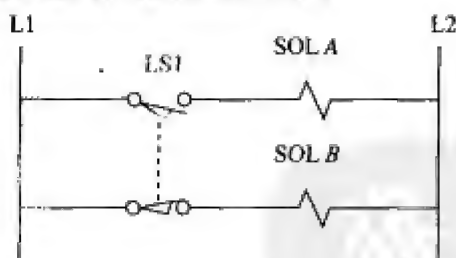

图 5-48
3. 画出与图 5-48 所示的硬接线电路所对应的梯形图程序；